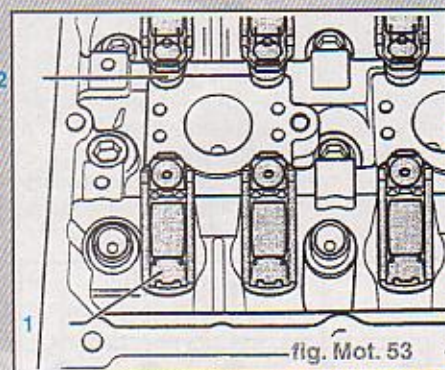

fig. Mot. 53
- Veiller à ce que tous les culbuteurs à galet soient correctement positionnés sur les extrémités des tiges de soupapes (1) et clipsés sur leur élément d'appui respectif (2) (fig. Mot. 53).